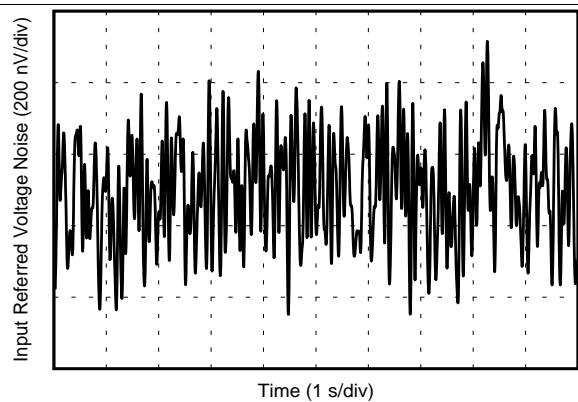

图 15. 0.1-Hz to 10-Hz Voltage Noise
0.1-Hz to 10-Hz Voltage Noise	图 15